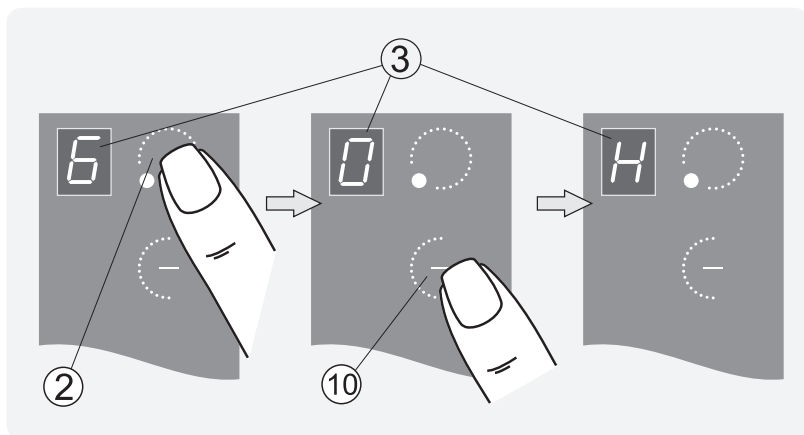

Рис.6
1. Работавшую конфорку перевести касанием зоны ② в режим управления (рис. 6).
2. Коснувшись одновременно зон «-» и «+» либо, удерживая палец на зоне «-», установить в окне индикации значение «0». Через 3 секунды конфорка отключится. В окне ③ будет светиться буква «Н», указывающая, что конфорка еще горячая.